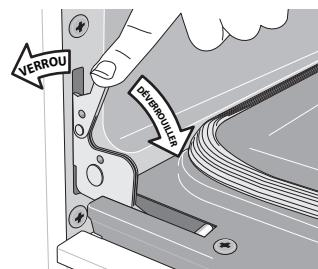

Figure 27 : Verrou des charnières de porte
2. Tirer les verrous des charnières de gauche et de droite complètement vers le bas du cadre de four, vers la porte du four (voir Figure 27). Il peut être nécessaire d'utiliser un tournevis plat.
4. Pousser les verrous de charnière vers le haut et de part et d'autre du cadre de four à la position de verrouillage (voir Figure 27).